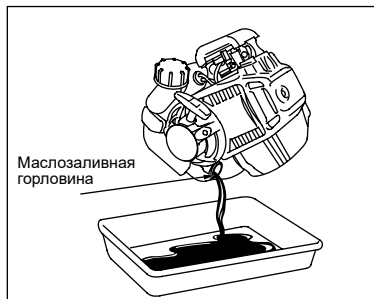

Рис. 10
4. Аккуратно наклоните устройство и слейте масло в подходящую емкость (рис. 10).